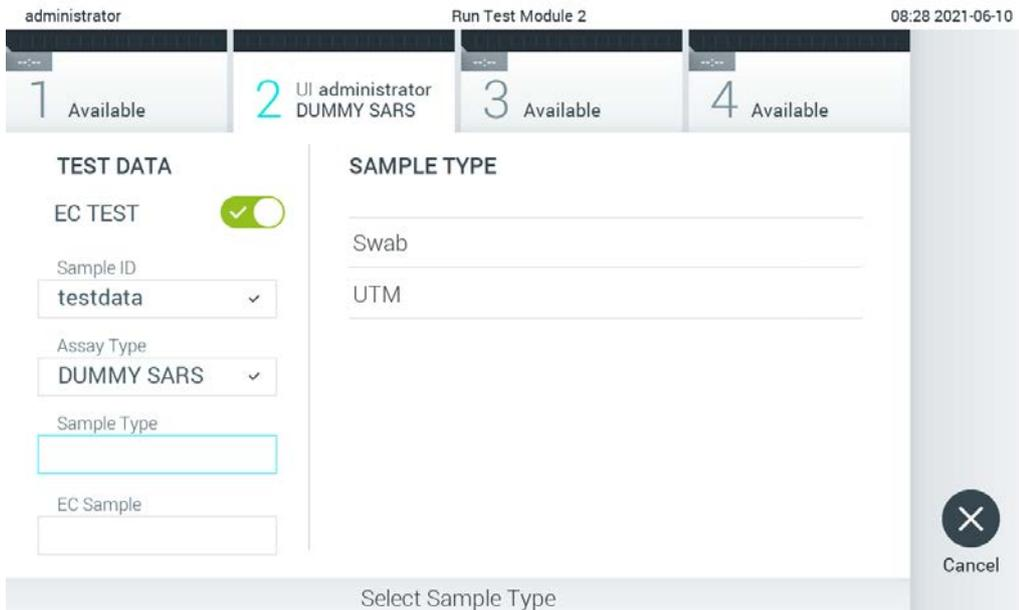

Figure 90. Choix d'un type d'échantillon.
5. Si nécessaire, sélectionnez le type d'échantillon approprié dans la liste (Figure 90).